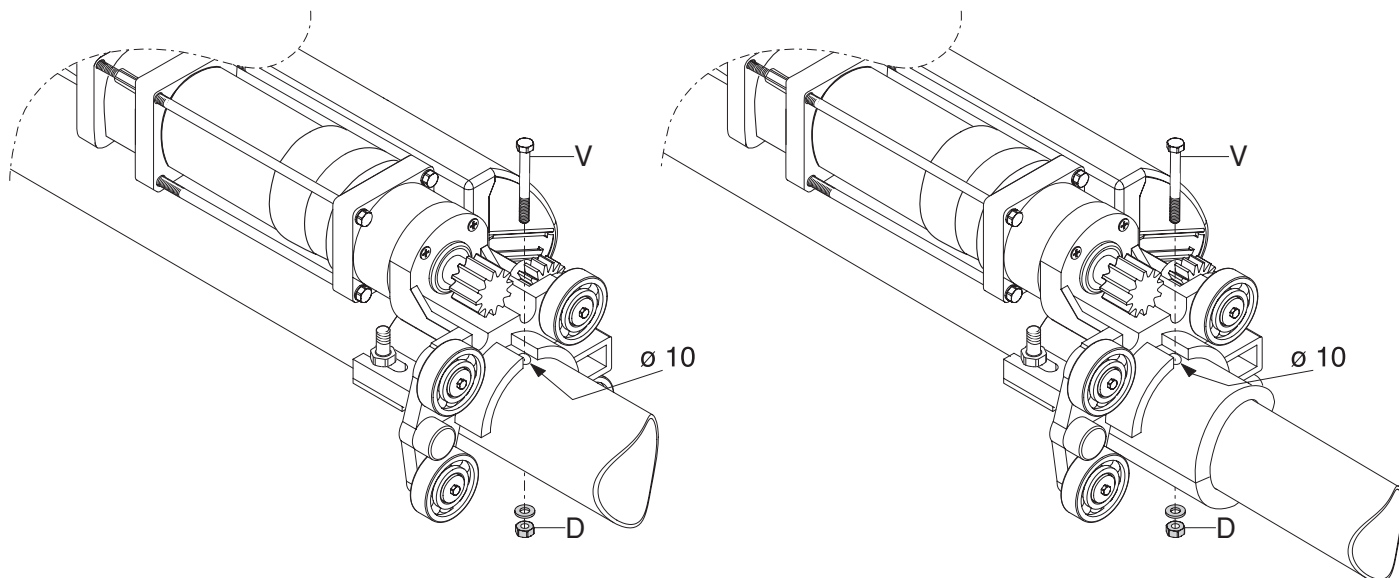

Fig. 4
- 5) Juntar as duas partes da polia motriz no corpo do abridor da grade de enrolar, prestando atenção a que os rolamentos estejam correctamente inseridos no canal de deslizamento e que os dentes da polia e o canal de deslizamento não tenham resíduos de furos, sujidade, etc. (Fig. 4). Lubrificar com massa as duas partes da polia motriz antes de uni-las.